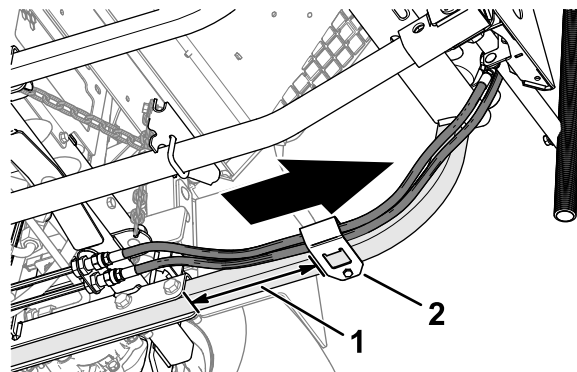

Figure 17
3. Amenez le vérin et les flexibles à l'arrière du cadre de levage (Figure 17).
4. Placez le protège-flexibles autour des flexibles à 9 cm (3,5 po) du profilé de tube arrière, comme montré à la Figure 17.